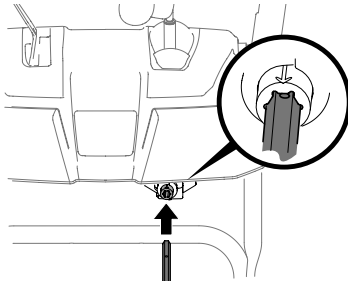

Figure 18
- Insérez la tige de commande dans le raccord sous le tableau de commande. Vérifiez que le trou sur la tige de commande s'aligne avec la flèche sur le raccord hexagonal. Voir (Figure 18).